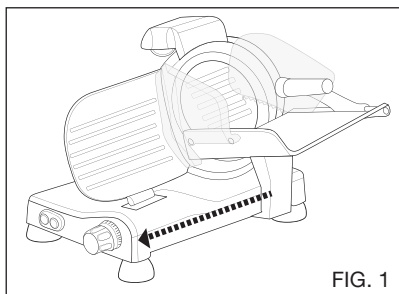

FIG. 1
- Afloje la perilla de bloqueo del conjunto afilador (13) (Fig. 1).
1. Cerciórese de que la perilla de ajuste de espesor está en la posición "0" (Fig. 1).